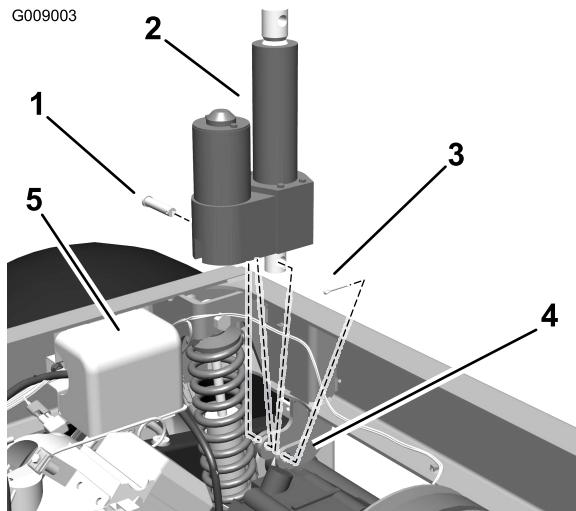

Figura 4
4. Localice el brazo de montaje en el bastidor del vehículo. Monte el actuador de elevación en el brazo de montaje. Utilice un pasador (2-1/4 pulgadas) y una chaveta para sujetar el cilindro de elevación al brazo, según se muestra en Figura 4.